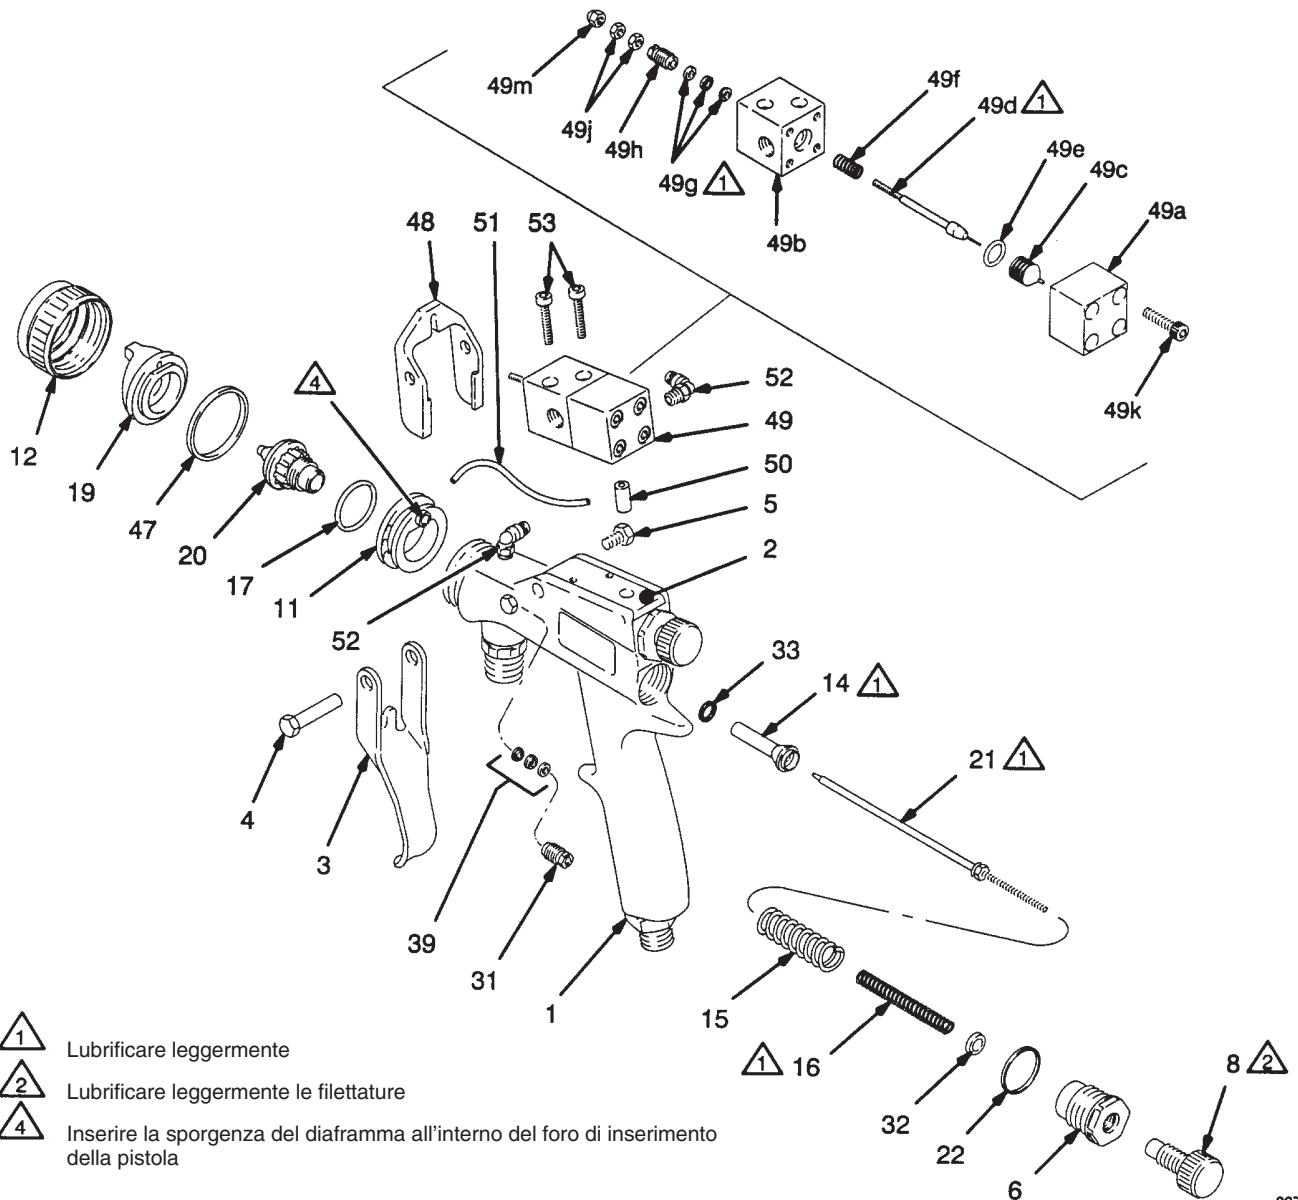

Fig. 5
12. Togliere e smontare la valvola dell'attivatore (49); prestare attenzione a non piegare l'estremità dello spillo. Ved. Fig. 5.
15. Controllare l'eventuale presenza di danni sul diaframma (11). In caso di danni, smontarlo delicatamente mediante un cacciavite e sostituirlo.
16. Lubrificare leggermente i componenti indicati nella Fig. 5 utilizzando il lubrificante 111-265.